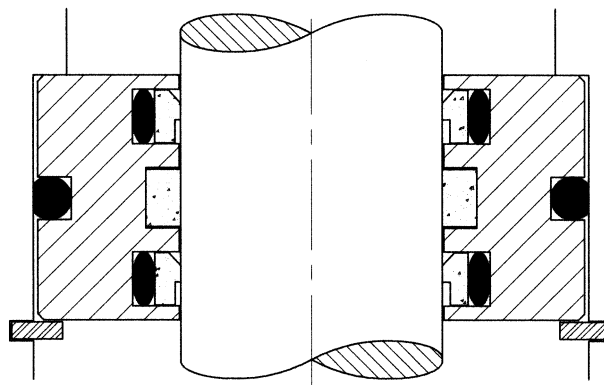

Fig. 12
**NOTE:** The packing set is directional and must be mounted with the seals positioned as shown in fig.12.
**NOTA:** El conjunto empaquetadura debe ser montada con las juntas según fig. 12.